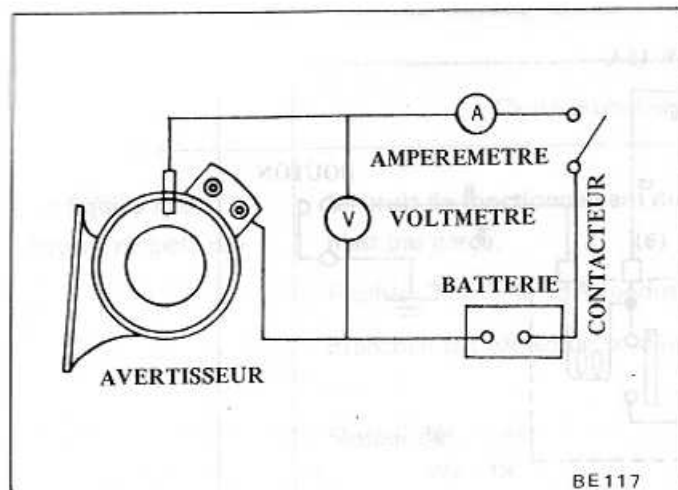

Fig. BE-38 Branchement du circuit de réglage du son
1. Connecter l'avertisseur à la batterie, au voltmètre et à l'ampèremètre comme indiqué figure BE-38.